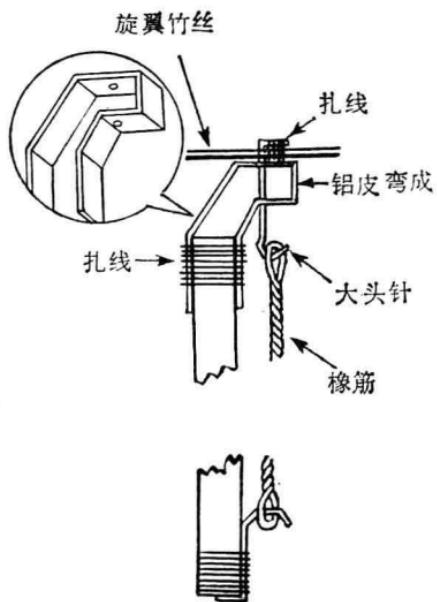

图 2
平面成 $10^{\circ} \sim 13^{\circ}$ 的角。在离竹丝左端 55 毫米处，用大头针钻一小孔，用尖头钳将细钢丝弯成 Γ 形后穿进这小孔，用线将钢丝扎在竹丝上(图 2)。
2. 机头：将薄铝片弯成图 2 所示的形状，在铝片的上下两平面上各钻一个直径是 0.5 毫米的小孔(可用大头针钻)，必须使上、下两孔在同一直线上。再将旋翼上的钢丝穿进三片塑料片，再穿过这
4. 尾钩：将一枚大头针弯成钩形后钉进机身的尾端，用线把它与机身一起扎住，并涂上少量胶水（图 2）。用细橡筋在上下两钩之间绕上两圈后打结。